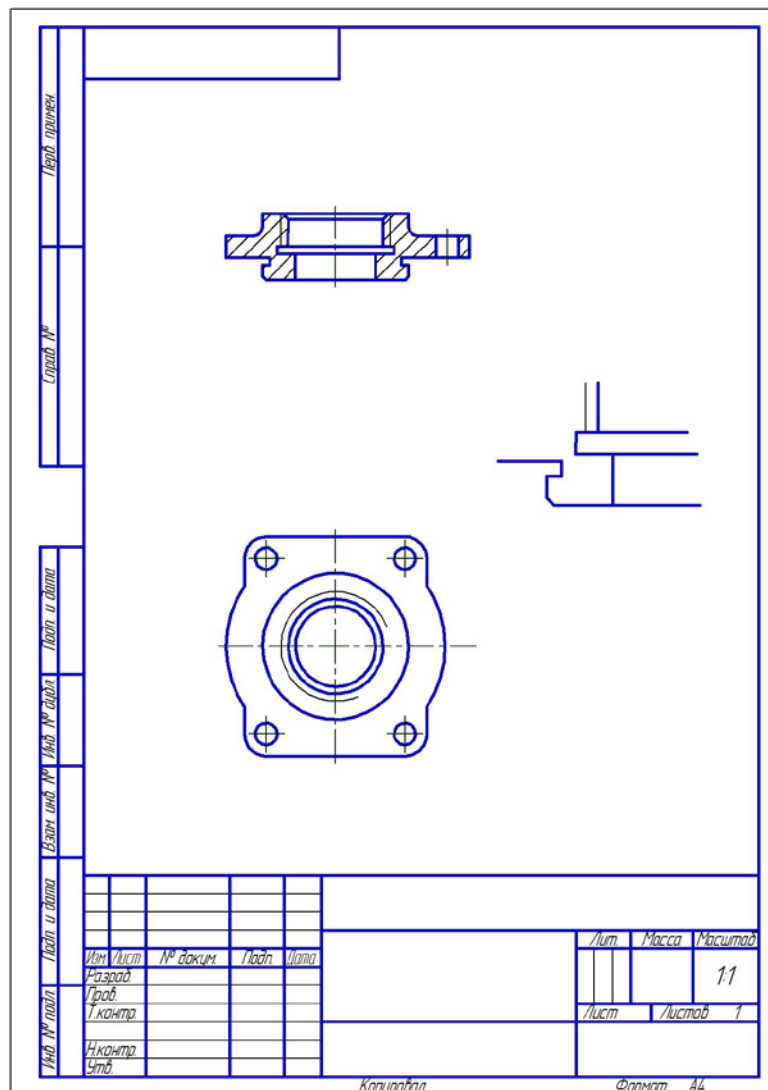

Рис. 2.41. Копирование части фронтального разреза
3. Вставьте фрагмент из буфера обмена в вид «Выносной элемент Б» (рис. 2.41).